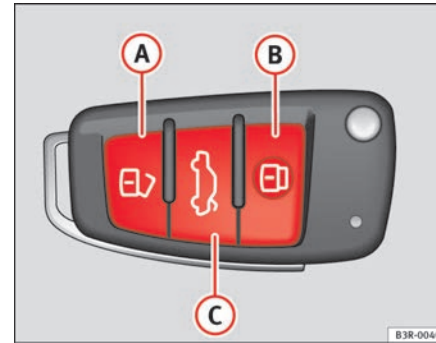

Abb. 76 Funkschlüssel:
- Drücken Sie die Taste **A** ⇒ Abb. 76 etwa 1 Sekunde lang. ▶